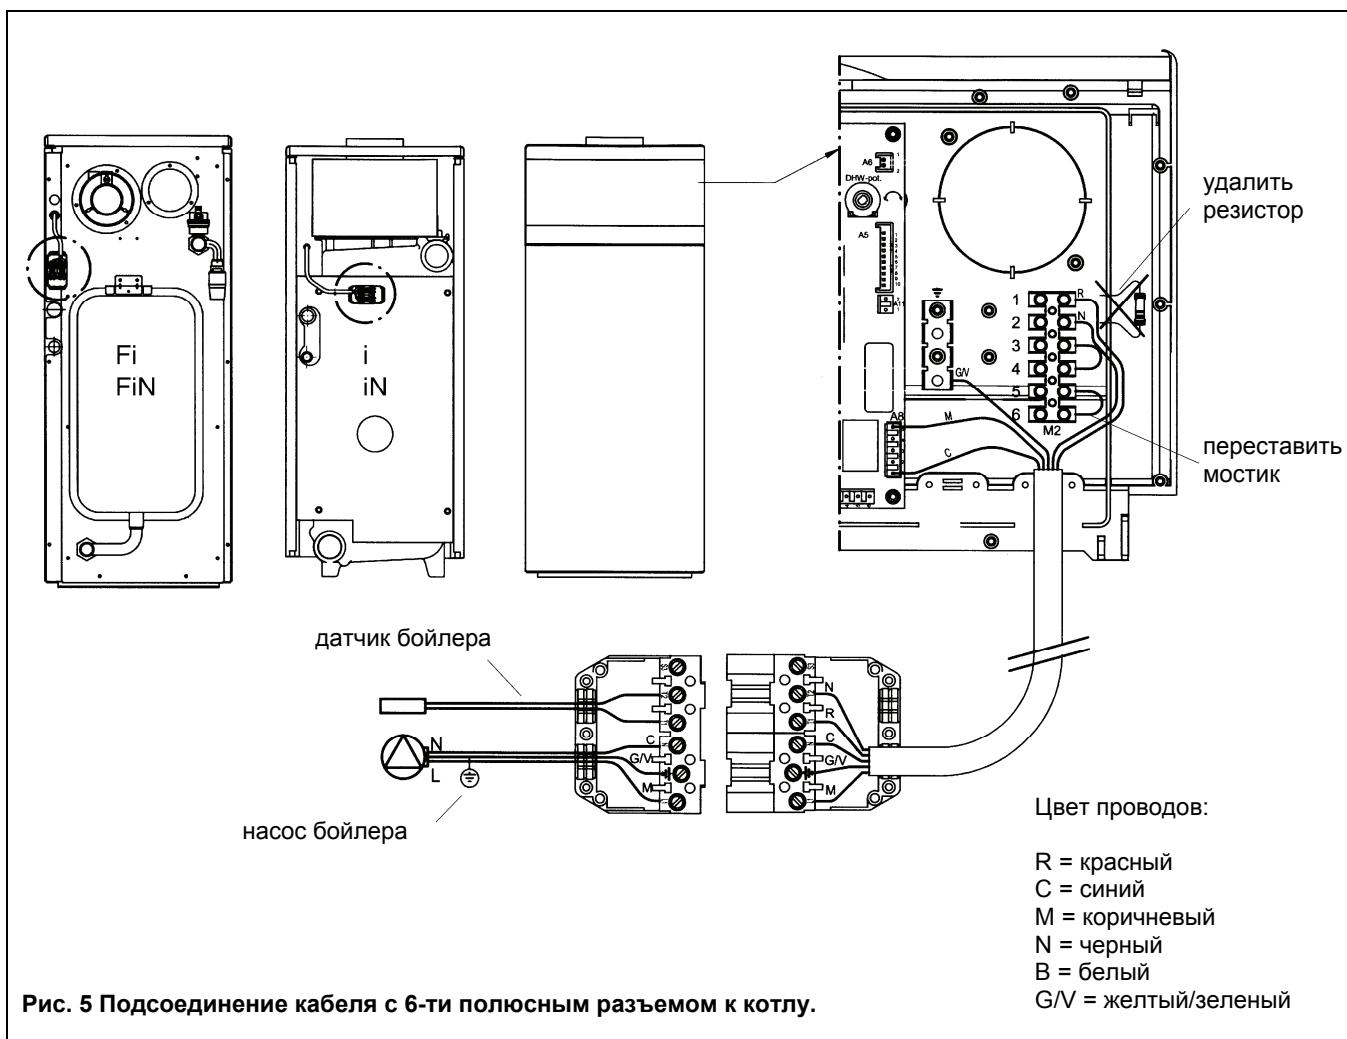

Рис. 5 Подсоединение кабеля с 6-ти полюсным разъемом к котлу.
- Провести кабель через специальные кабелодержатели и зафиксировать 6-ти полюсный разъем с обратной стороны котла с помощью винтов, входящих в комплект поставки, затем снять крышки с разъема (рис.5).